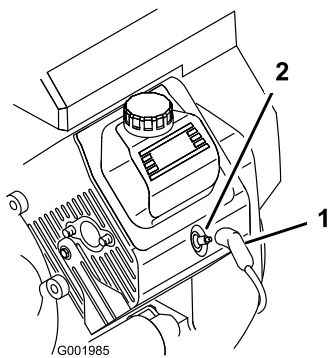

Figure 52
- Débranchez les fils des bougies (Figure 52).
- Rebranchez les bougies (Figure 52).